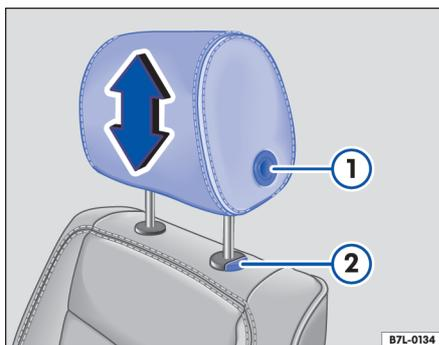

Fig. 45 Ajuste o desmontaje del apoyacabezas
- Para bajar completamente el apoyacabezas tiene que mantener presionada la tecla ⇒ fig. 45 ① situada en el lateral del apoyacabezas.